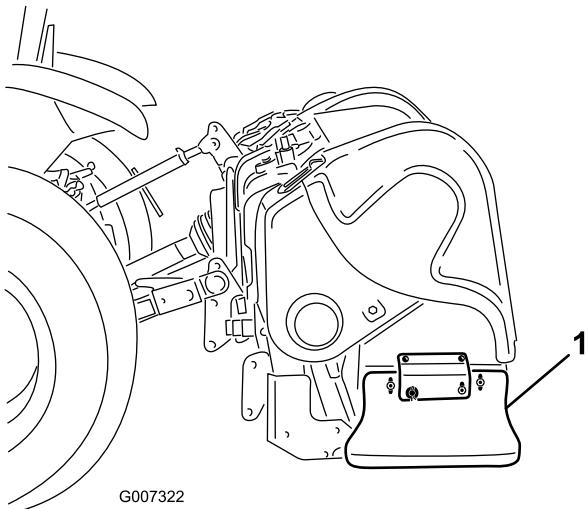

Figura 35
1. Afloje los pernos y tuercas que sujetan el protector lateral al bastidor (Figura 35).